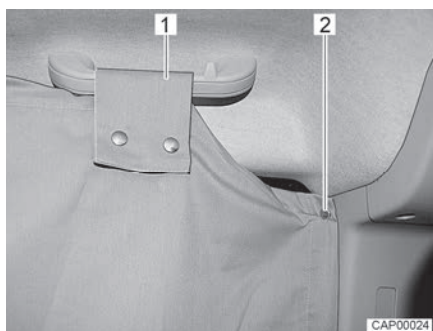

Fig. 35 Oscurante per cabina di guida sul finestrino laterale
- Fissare l'oscurante per cabina di guida su un lato della cabina di guida. A tale scopo, fissare due bottoni a pressione (Fig. 35,2) dietro il finestrino laterale, sul montante B.
- Guidare l'asola (Fig. 35,1) sopra l'impugnatura fino a portarla sopra il finestrino laterale e fissarla con i bottoni a pressione.